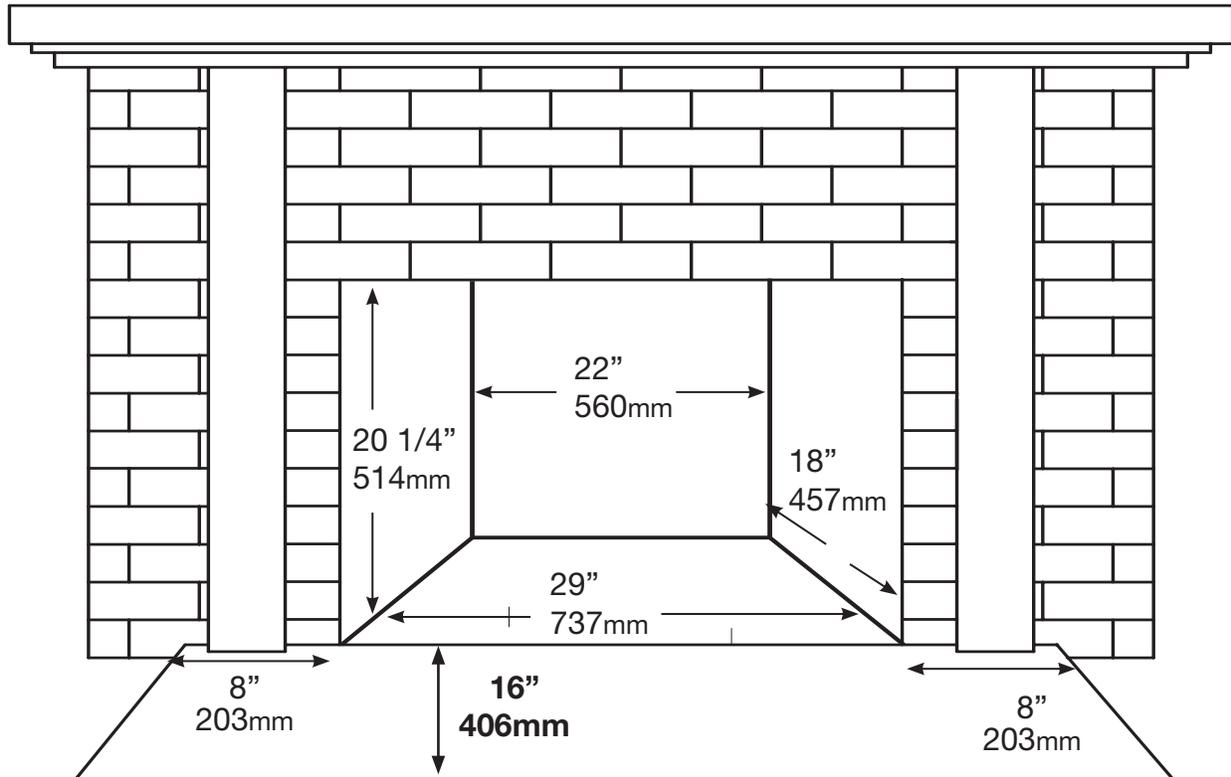

Figure 5: Fireplace specs.
- 2) Insérez la gaine en acier inoxydable par le haut de la cheminée, à travers la zone du registre pour atteindre la cavité du foyer existant. (voir Fig. 5)